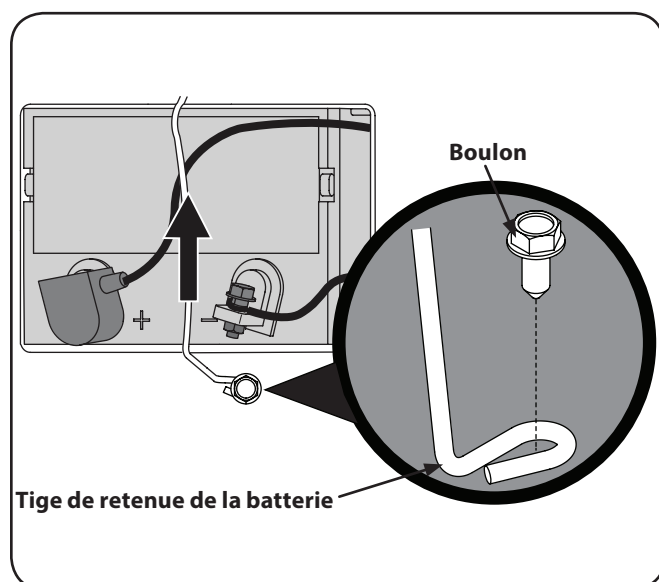

Figure 7-1
1. Retirez le boulon qui fixe la tige de retenue de la batterie au châssis. Faites ensuite pivoter la tige de retenue de la batterie vers le haut et retirez la batterie. Voir Figure 7-1.